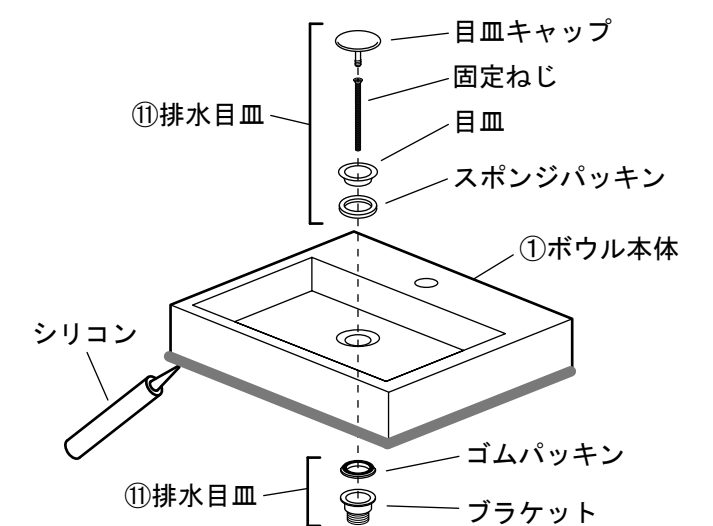

図12
- 7) ①ボウル本体とカウンター接地部をシリコンにてコーキングします。
- ①ボウル本体に⑪排水目皿をしっかりと取付けます。(図12参照)